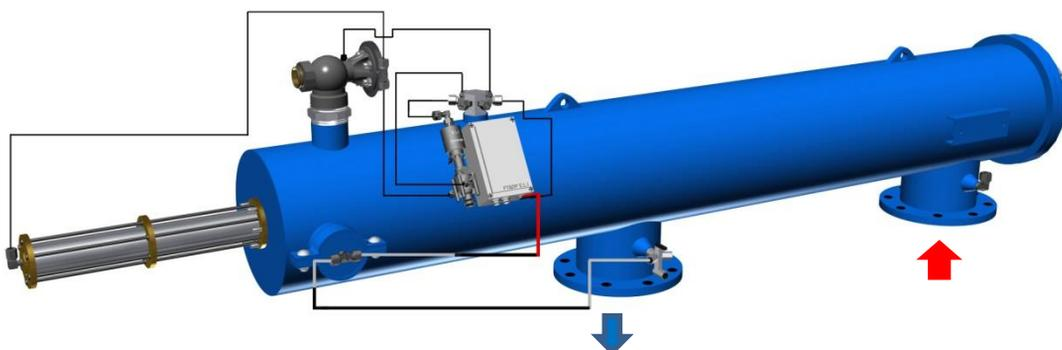

Figura 5: Reemplazo e Instalación de Solenoide
10. Conecte los 2 cables eléctricos de las terminales de la tarjeta de control. (Ver Figura 5).